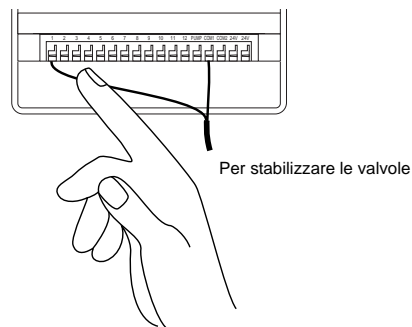

**FIGURA 22: Collegamento dei fili del programmatore alle valvole**
- Ogni valvola è dotata di due fili (fase e neutro), uno dei quali dev'essere collegato come neutro. I neutri di tutte le valvole possono essere collegati assieme ad un neutro comune facente capo al programmatore. Gli altri fili delle valvole devono essere collegati al filo della stazione di comando della valvola corrispondente [vedere Figura 22].